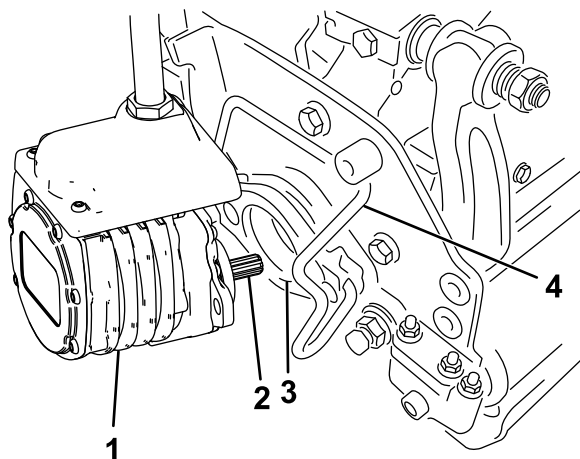

Figure 55
6. Enduisez de graisse propre l'arbre cannelé du moteur de l'unité de coupe (Figure 55).
7. Insérez le moteur dans le côté gauche de l'unité de coupe (vu par rapport à la position de l'utilisateur) et tirez la barre de retenue du moteur, située sur l'unité de coupe, vers le moteur jusqu'à ce que vous entendiez un déclic des deux côtés du moteur (Figure 55).